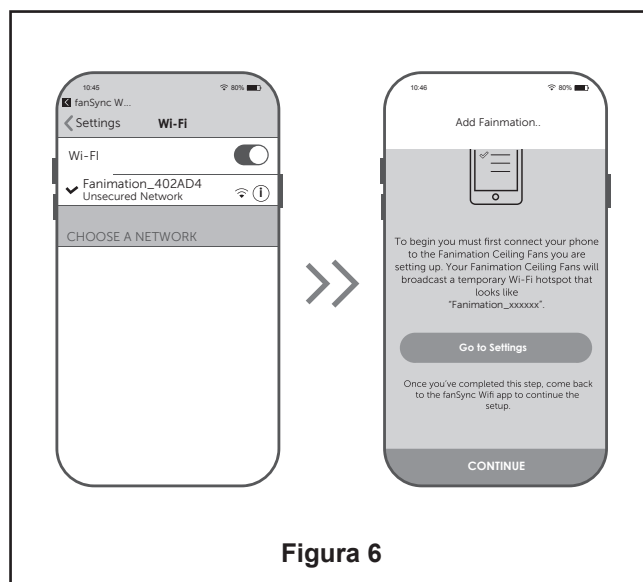

Figura 6
6. Vuelva a colocar la cubierta de la batería en el mando a distancia con un tornillo retirados previamente. (Figura 6)
6. En la configuración WiFi de su dispositivo inteligente, seleccione el dispositivo Fanimation_XXXXXX y vuelva a la aplicación fanSync WiFi y pulse “CONTINUAR”. (Figura 6)